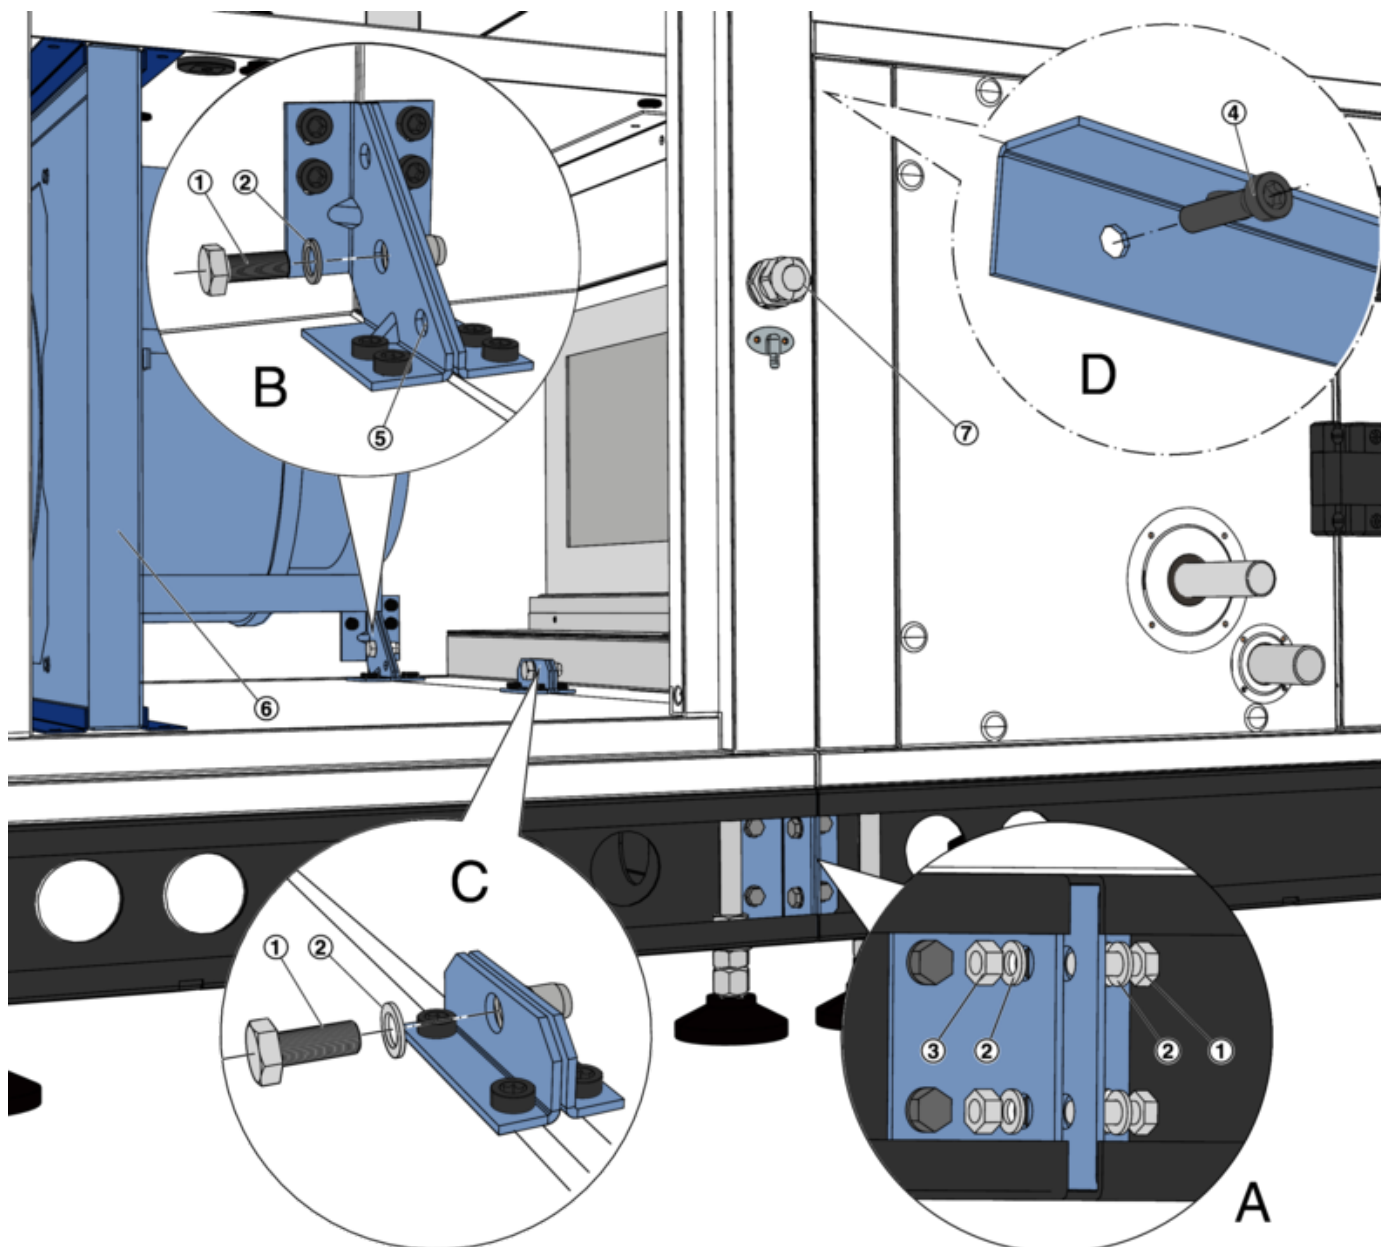

Fig. 22 : Fixation du module d'accessoires à l'appareil
1. ▶ Positionner le module d'accessoires de manière à ce que les trous des points de fixation soient alignés (Fig. 22).
- Faces d'extrémité des cadres de base (Fig. 22 /A)
- Plaques de gousset, dans chaque coin (Fig. 22 /B)
- Étrier (Fig. 22 /C)
- Étrier (Fig. 22 /D)
Taille R015 - Pour faciliter l'accès aux points de connexion, la plaque de montage du ventilateur à R050 (Fig. 22 /6) peut être complètement retirée.
3. ▶ Raccorder le module d'accessoires à la terre ; utiliser à cet effet la vis à tête hexagonale (Fig. 22 /1) située sur le gousset inférieur du côté de l'utilisation.